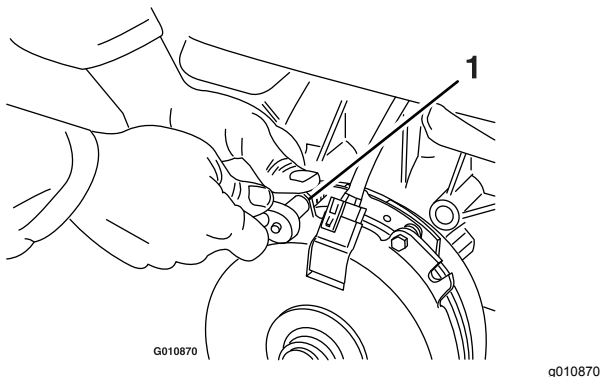

Figura 80
- A. Afloje ambos pernos de montaje del freno entre media y una vuelta, según se muestra en Figura 80.